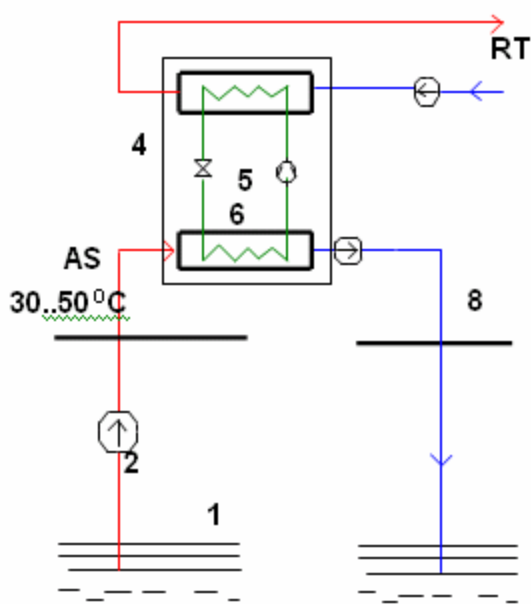

Figura 5.5
- utilizare indirectă la potențial redus (figura 5.5).